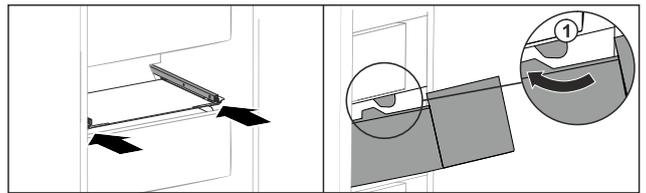

Fig. 154
- ▶ Guider le tiroir en contournant les butées Fig. 154 (1).